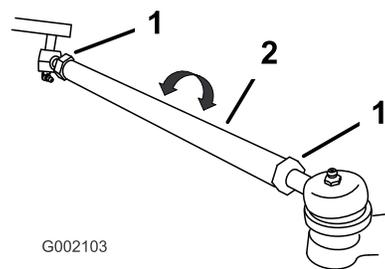

Figura 63
7. Se a medição obtida não se situar entre 0 e 6 mm, desaperte as porcas de retenção nas extremidades das barras (Figura 63).